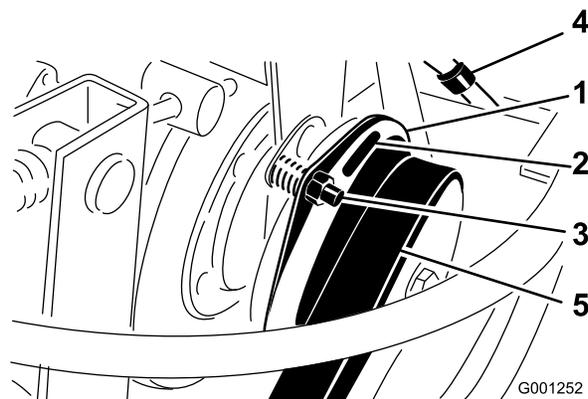

図 65
3. クラッチのライニングと摩擦プレートとの間のギャップを 0.4 mm のすきまゲージが通れるように調整する (図 65)。調整ナットを右に回すと隙間が小さくなる (図 65)。隙間の最大値は 0.76 mm である。3 か所すべてでエア・ギャップ調整を行う。